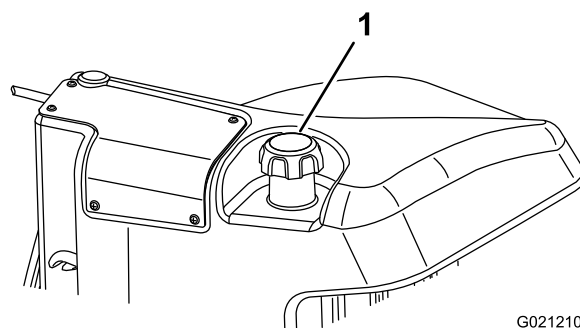

Figura 30
3. Retire el tapón del depósito de combustible (Figura 30).